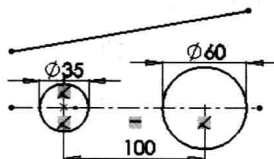

图 1-6 绘制直线
Step7 绘制直线。在两个圆的上方绘制一条直线，直线的长度要略长一点，如图 1-6 所示。